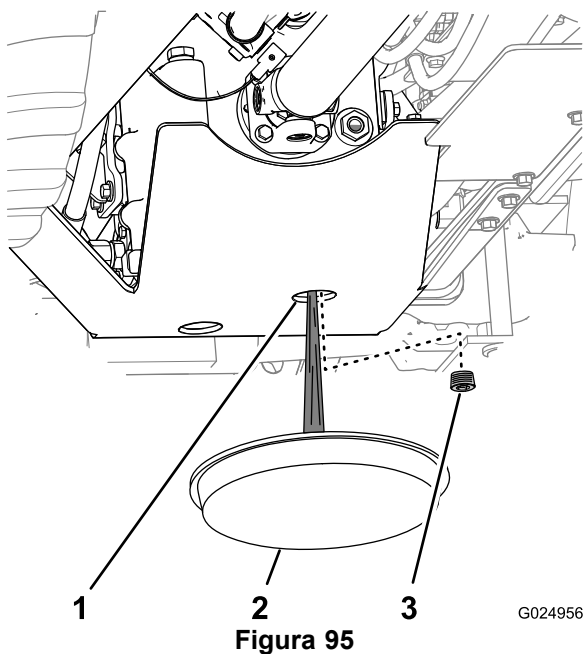

Figura 95
2. Mettete una bacinella di spurgo sotto il foro anteriore dello schermo della trasmissione (Figura 95).